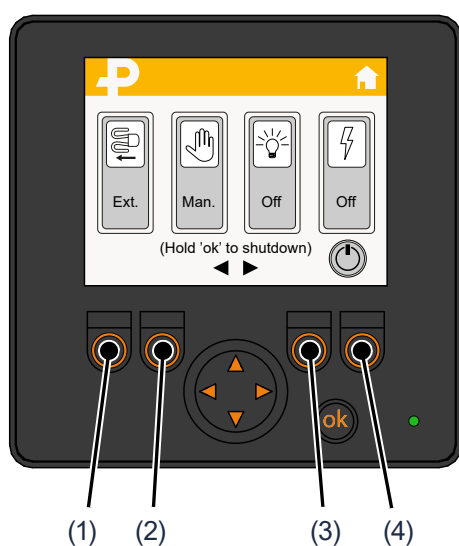

Fig 84.
3. Sätt maskinen i manuellt läge genom att trycka på knappen (2) Fig 84.
4. Sätt verktyget till avbefästningsläge "Ext" genom att trycka på knappen (1) Fig 84.